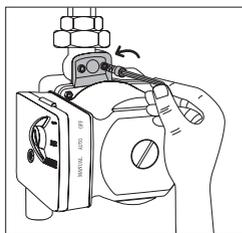

Fig. 17
4. Retire os parafusos que prendem o fluxostato [Fig. 17].